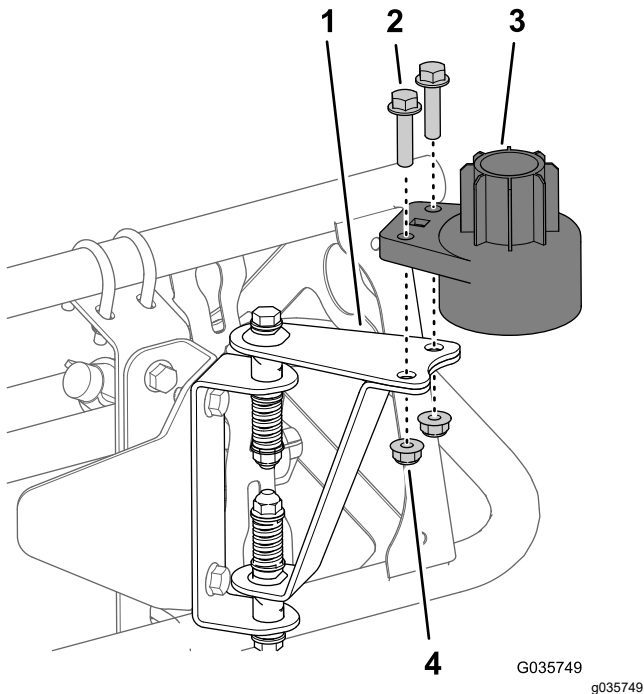

Figura 19
1. Instale a caixa do sensor inferior nas ferragens de montagem do sensor (Figura 19) com dois parafusos (5/16 pol. x 1/4 pol.) e duas porcas de bloqueio (5/16 pol.).